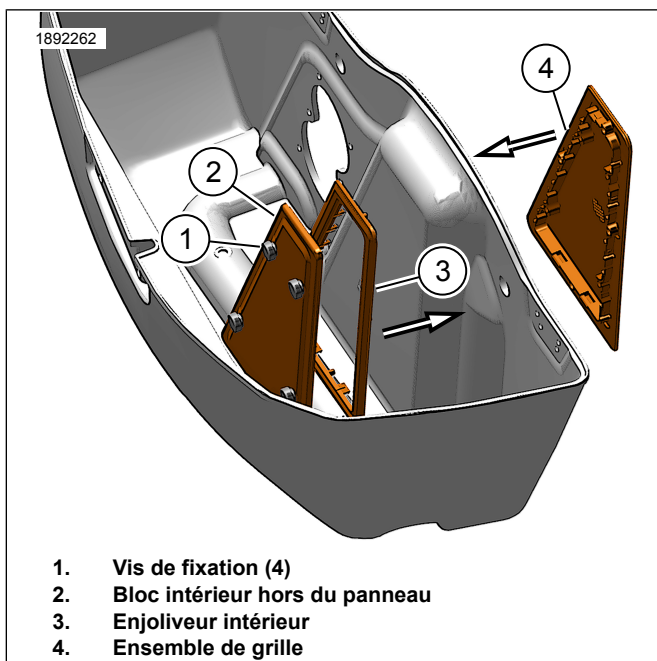

Figure 4. Installez le cadre et le panneau
4. Voir la Figure 4. Retirez le ruban-cache et vérifiez que la surface intérieure et extérieure de la sacocche autour de l'ouverture est propre et sèche.
- a. Testez l'ajustement du cadre intérieur (3) et de la grille (4) dans le trou de la sacocche pour vérifier qu'ils s'emboîtent complètement, qu'ils sont centrés dans l'ouverture et qu'ils se scelleront contre la paroi de la sacocche.
- c. Retirez le support en ruban de mousse de l'ensemble de la grille (4) et installez-le dans le trou découpé.
- d. Insérez le cadre intérieur (3) dans le trou découpé de la sacocche et enclenchez la grille du caisson de basses (4) sur les languettes du cadre intérieur.
- f. **Lorsque le caisson de basses n'est pas installé,** installez le bloc intérieur du panneau (2) dans le cadre intérieur (3) et fixez-le avec des vis de fixation (1).